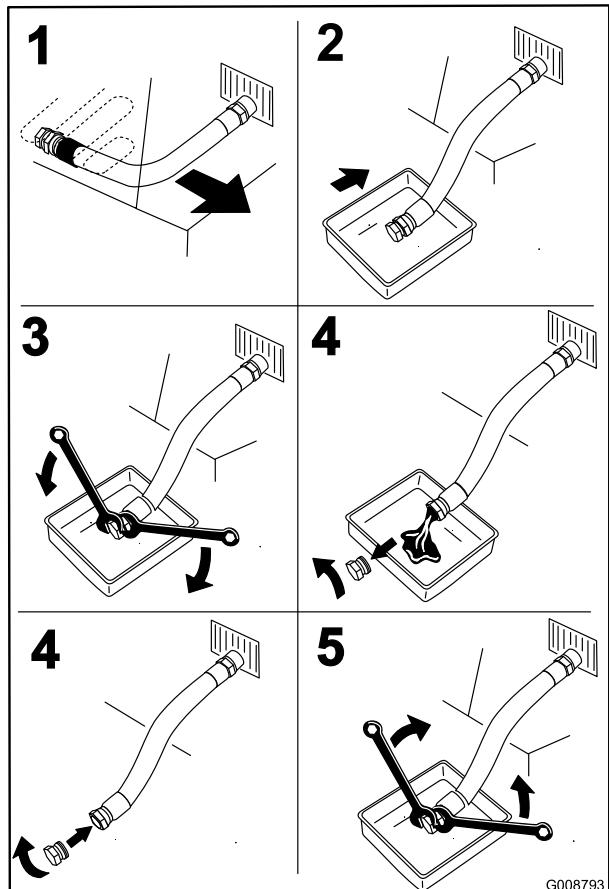

Figure 43
- Avant de quitter la position de conduite, coupez le moteur, enlevez la clé de contact et attendez l'arrêt complet de toutes les pièces mobiles (Figure 43).